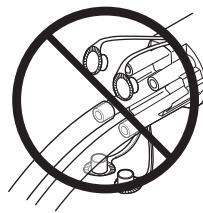

図5 すべての未使用マニホールドポートを閉鎖
- 未使用のマニホールドポートはすべて対応するキャップで閉じてください(図5)。